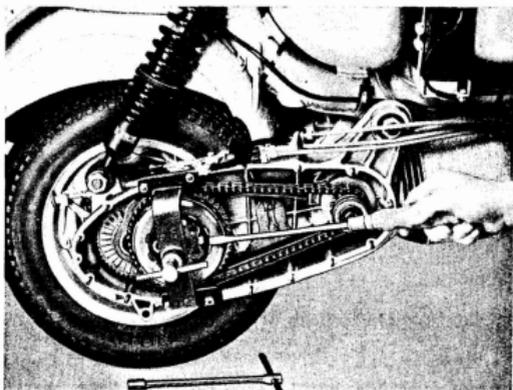
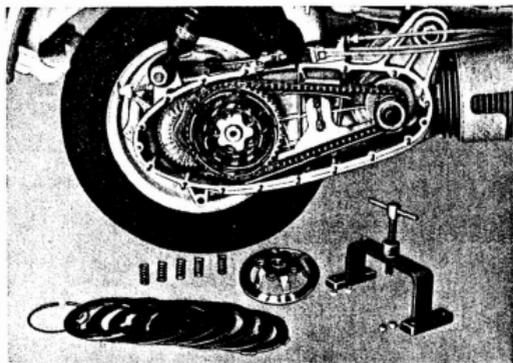

Fig. 5
Fig. 6
- 9 Desmontar los discos del embrague: aplicar la herramienta número A2L.1034 para comprimir los muelles del embrague, quitar el anillo elástico ayudándose con un destornillador (véase fig. 5), desmontar la herramienta, sacar los discos, la brida sujeta-muelles y quitar los muelles. Véase fig. 6.